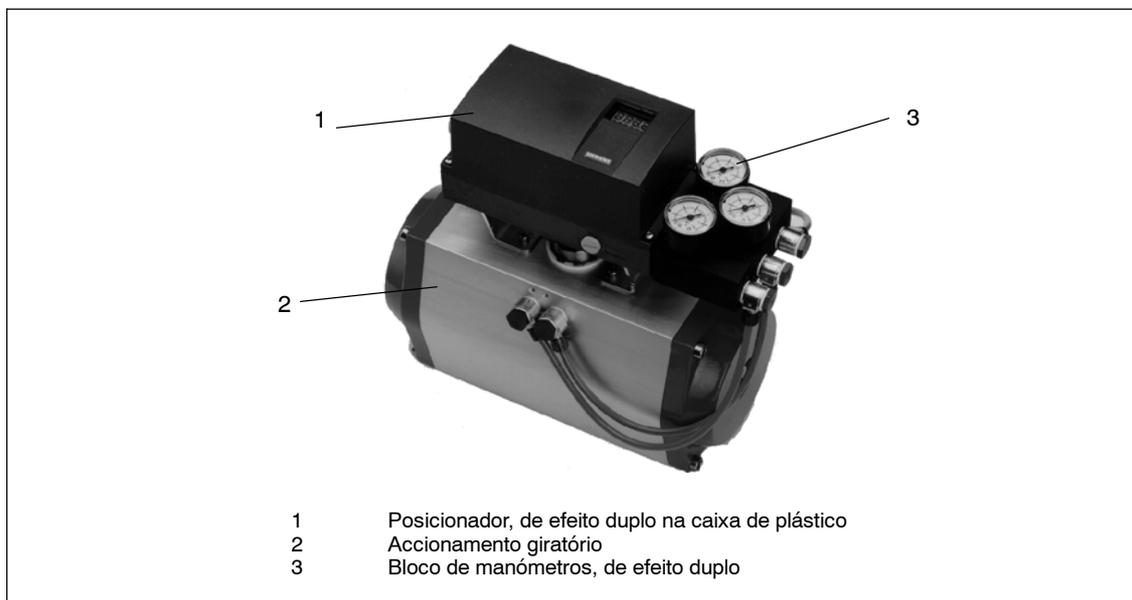

Figura 1-2 Posicionador montado no **accionamento giratório** (de efeito duplo)
- com accionamento giratório VDI/VDE 3845 (figura 1-2, página 13)